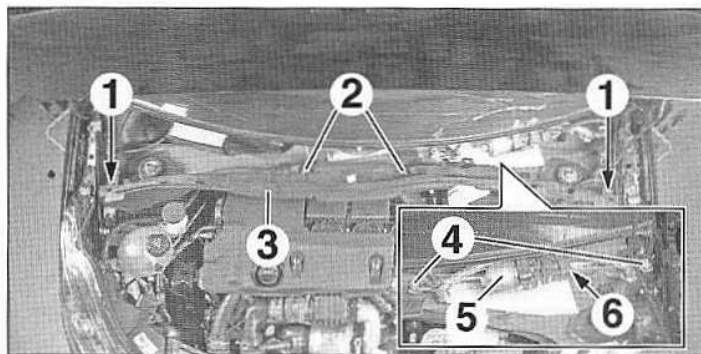

FIG.59
- les vis (1) (Fig.59),
- les écrous (2),
- le support (3),
- les vis (4).
- Extraire le mécanisme d'essui-vitre (5).
- Débrancher le connecteur (6).
- Déposer le mécanisme d'essui-vitre avant (5).